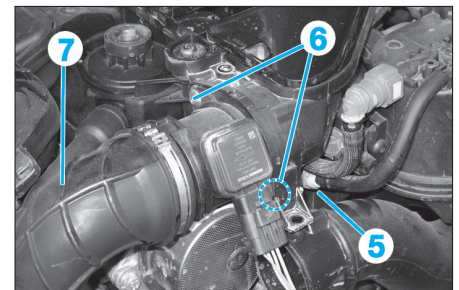

Fig. 25a
- Débrancher le connecteur du débitmètre (2).
- la vis de fixation (3),
- le conduit d'admission d'air avec la plaque (4) de maintien,
- le tube de dépression (5) (Fig.25a),